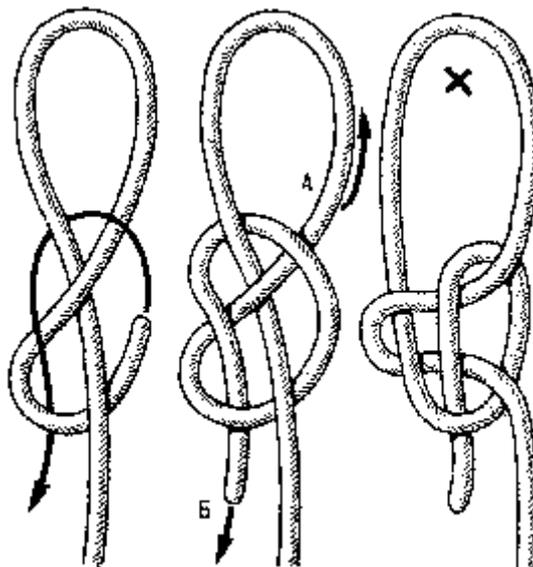

Рис. 117. Крабья петля
**Крабья петля, или затягивающийся огон** (рис. 117). Особенность этого узла состоит в том, что он может работать в двух качествах: затягивающаяся петля или незатягивающаяся петля. Если концы крабьего узла в точках, отмеченных буквами *А* и *Б*, резко и сильно потянуть в разные стороны, указанные стрелками, узел перестает быть затягивающимся. Принимая форму, показанную на третьем справа положении на рисунке, узел больше не затягивается, его петля становится постоянной.